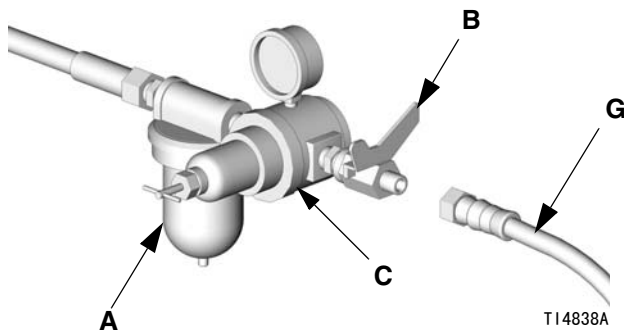

图 3
6. 将空气软管 ( G ) 的另一端连接至空气截止阀的出口。见图 3。